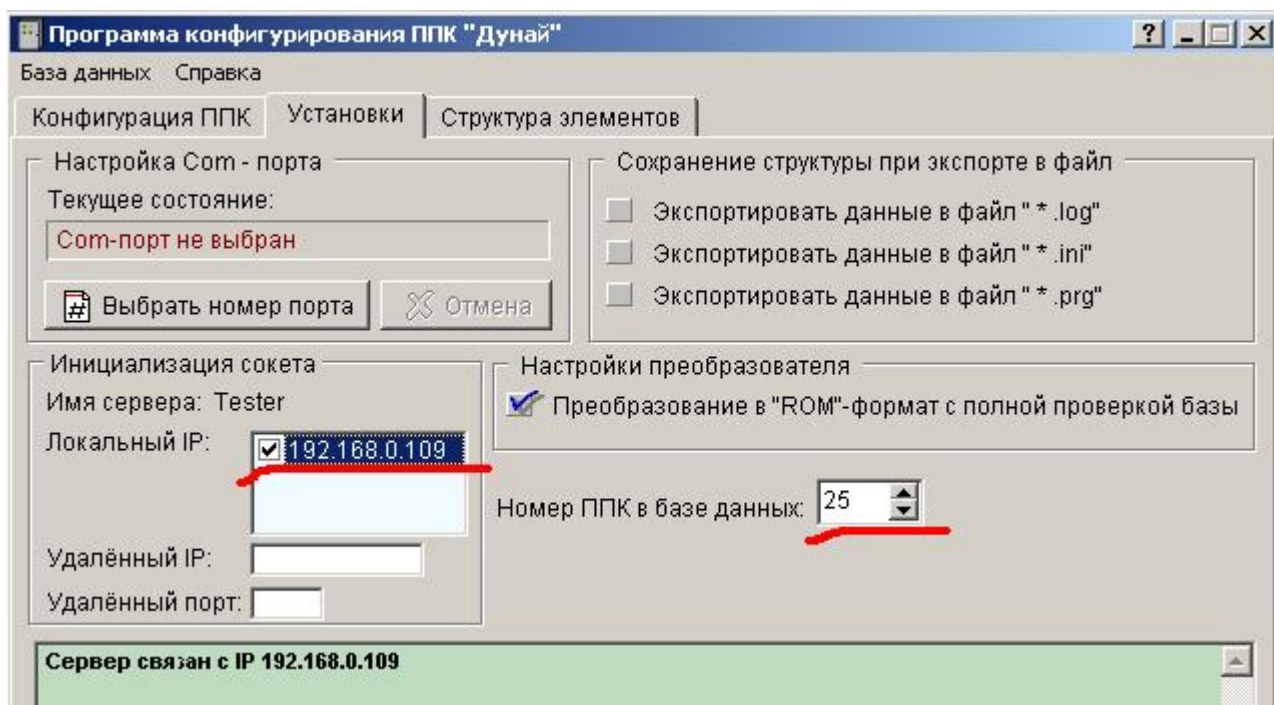

Рисунок 1. Настройка соединения с ППК
6. В закладке «Установки» выбрать по очереди «Номер ППК в базе данных» (**по умолчанию 1, соответствующий TCP-порт 51000**), а затем адрес «Локальный IP» (см. Рисунок 1).